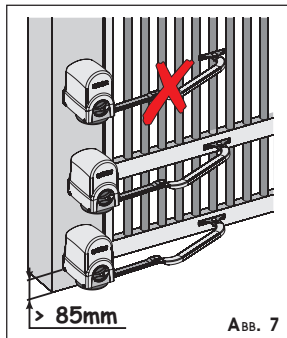

Abb. 7
② Die Höhe des Antriebs bestimmen und hierbei Folgendes berücksichtigen:
- Der Bügel für die Befestigung des gebogenen Arms muss sich in einem Bereich befinden, in dem er am Flügel des Tors befestigt werden kann (Abb. 7).
- Die Mindesthöhe vom Boden des Antriebs muss die Befestigung des gebogenen Arms und die Positionierung der unteren Abdeckung ermöglichen (mindestens 85 mm, siehe Abb. 7).